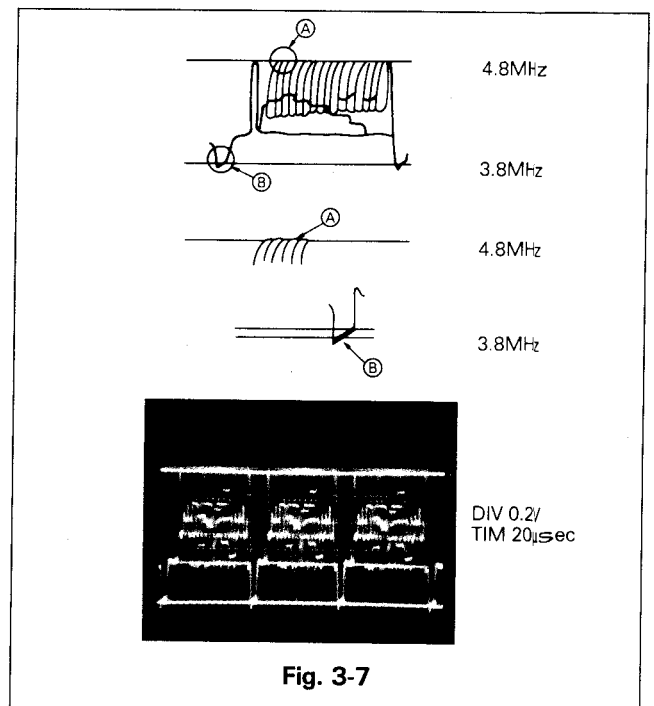

Fig. 3-7
- Ajuster VR2A2 et VR2A1 alternativement de façon à ce que le fond des tops synchro soit au niveau de la ligne 3.8 MHz et que la crête du signal vidéo soit au niveau de la ligne 4.8 MHz. Voir Fig. 3-7.